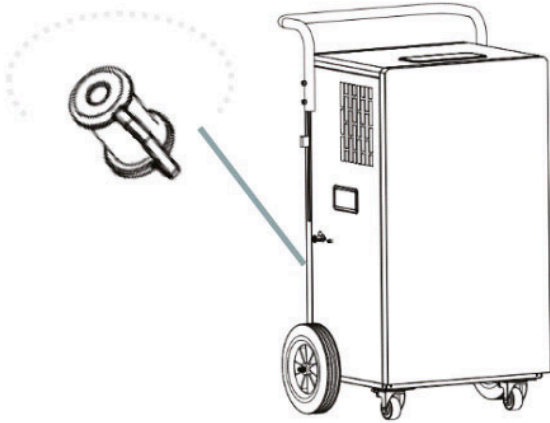

Fig. 3
1. Verwijder de waterplug uit de uitlaat van de permanente afvoer. (fig.3)